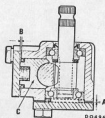

Abb. J.6 Schnitt durch Lenkritzel und Zahnstangendämpfer, (Mk. II Modelle)
- (28) **Ritzaleinstellung (frühere Modelle).** Deckel zunächst ohne Beilagen wieder montieren, jedoch die Befestigungsschrauben nicht übermäßig anziehen. Spalt zwischen Deckel und Gehäuse messen. Deckel abnehmen und summe Beilagen aufliegen, die der gemessenen Stärke minus 0,05 mm (0,002 in.) entsprechen. Als letztes Deckel wieder aufschrauben, diesmal unter Verwendung von Dichtmasse.
- (29) **Ritzaleinstellung (Mk. II Modelle).** Ritzal und Lager wie aus Abb. J.6 erkenntlich wieder montieren. Zusammen mit Abstandscheibe genügend Beilagen einsetzen, um einen Spalt von ca. 0,25 mm (0,010 in.) zwischen Zahnstangegehäuse und Deckplatte zu erzeugen. Deckplatte aufsetzen und leicht festziehen. Spalt (A) mittels Feühühre messen und sodann Dichtmasse auftragen um den gemessenen Betrag abzüglich 0,05 bis 0,13 mm (0,002 bis 0,005 in.) verringern, damit die erforderliche Vorbelastung vorhanden ist.
- (30) Bezieht sich auf Position (22). Kugelgehäuse-Schlierung soweit wie möglich auf Zahnstange aufschrauben und Sicherungsscheibe wieder montieren. Bei nicht mit Sicherungsscheibe ausgerüsteten Modellen ist ein neuer Schlierung zu montieren. Sitzfeder, Sitz, Verbindungsstange und Kugelgehäuse wieder montieren und festziehen bis die Verbindungsstange gerade geklemmt liegt. Gehäuse jetzt um eine achte Umdrehung lockern, worauf der Sicherungsring auf den empfindlichen Antriebsmomenten festziehen ist. Sicherungsblech in einen der Schlitze im Gehäuse und Sicherungsschrauben einhängen. Falls keine Sicherungsscheibe montiert wurde, sind die Lippen des Schlierings in die Schlitze des Kugelgehäuses und der Zahnstange einzuschlagen.
- (31) **DämpferEinstellung (I. Typ).** Dämpferbock mit Schieberfedern, jedoch ohne Beilagen wieder montieren.